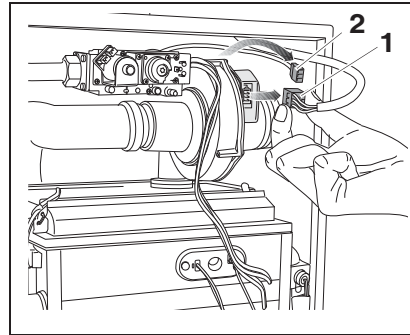

Fig. 5
- Estrarre la spina dell'allacciamento alla rete (fig. 5, pos. 1) del ventilatore.
- Estrarre la spina del cavo tachimetrico (fig. 5, pos. 2) del ventilatore.
- Retirar a ficha da ligação de rede (fig. 5, pos. 1) do ventilador.
- Retirar a ficha do cabo do taquímetro (fig. 5, pos. 2) do ventilador.